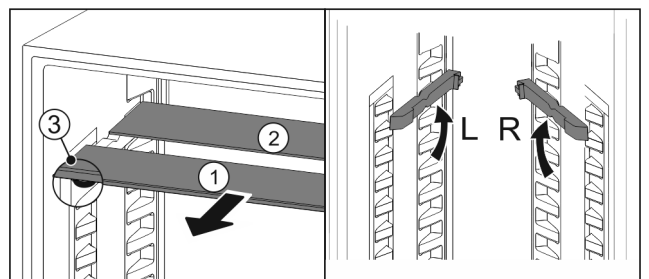

Fig. 194
- ▶ По одной извлеките Fig. 194 (1) стеклянные панели движением вперед.
- ▶ Стеклянная панель Fig. 194 (1) с декоративной планкой лежит спереди.
- ▶ Стопоры Fig. 194 (3) показывают вниз.